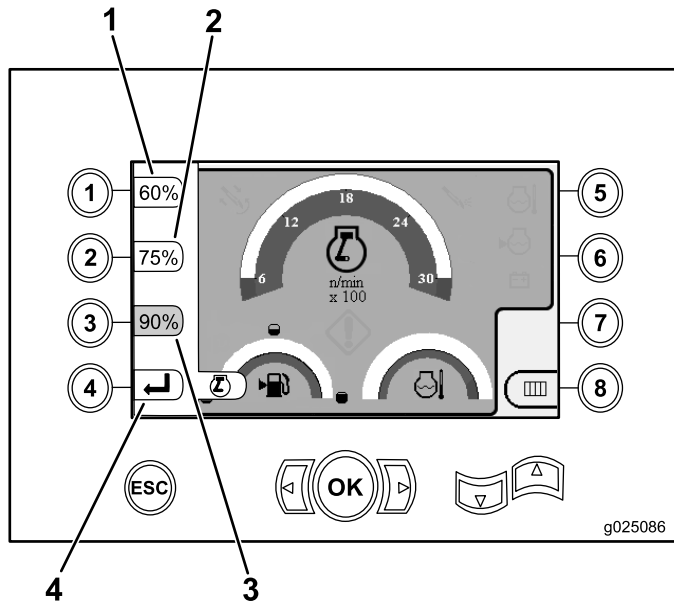

Figura 20
- Pressione o botão nº 1 para ajustar em 60% o giro do motor (RPM) como mostrado na Figura 20.
- Pressione o botão nº 2 para ajustar em 75% o giro do motor (RPM) como mostrado na Figura 20.
- Pressione o botão nº 3 para ajustar em 90% o giro do motor (RPM) como mostrado na Figura 20.
- Pressione o botão nº 4 para retornar à tela principal de operação (Figura 20).